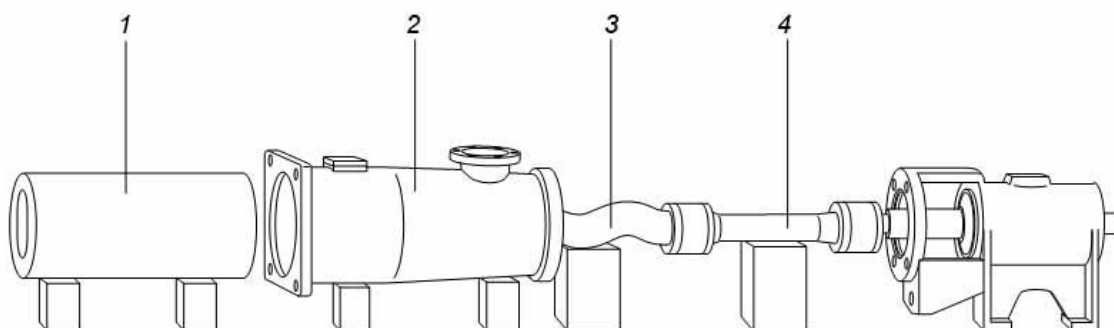

Рис.10
9. Высвободить статор 1 и сдвинуть его вперед (рис.10).